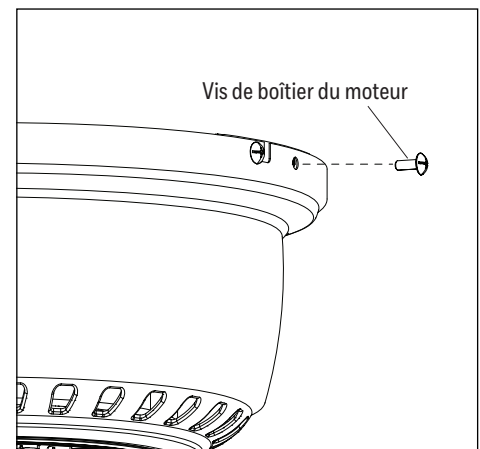

Figure 4.3
- Glissez le boîtier du moteur sur le moteur en alignant les encoches en trou de serrure du boîtier du moteur et les vis desserrées du boîtier du moteur qui se trouvent sur le support de fixation supérieur. Tournez le boîtier du moteur pour qu'il se fixe dans les encoches. Réinstallez les deux vis du boîtier du moteur retirées précédemment, puis serrez fermement toutes les vis (Figure 4.3).